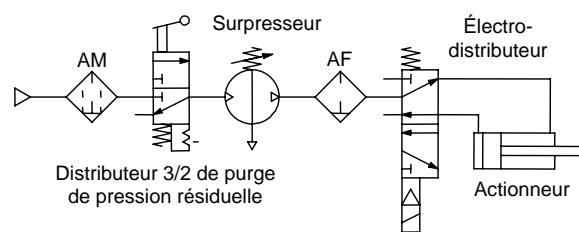

Fig.3 Exemple de schéma (2)
- b) Veuillez noter que la pression en aval du surpresseur ne peut être évacuée par celui-ci même si le clapet antiretour est installé dans le port d'entrée (IN) du surpresseur.
- c) Après l'évacuation de la pression des raccordements en aval, relâchez la pression d'alimentation à l'entrée du surpresseur à l'aide du distributeur de purge de pression résiduelle en amont du surpresseur (voir Fig.3). Ceci arrêtera tout fonctionnement inutile et préviendra tout dysfonctionnement.